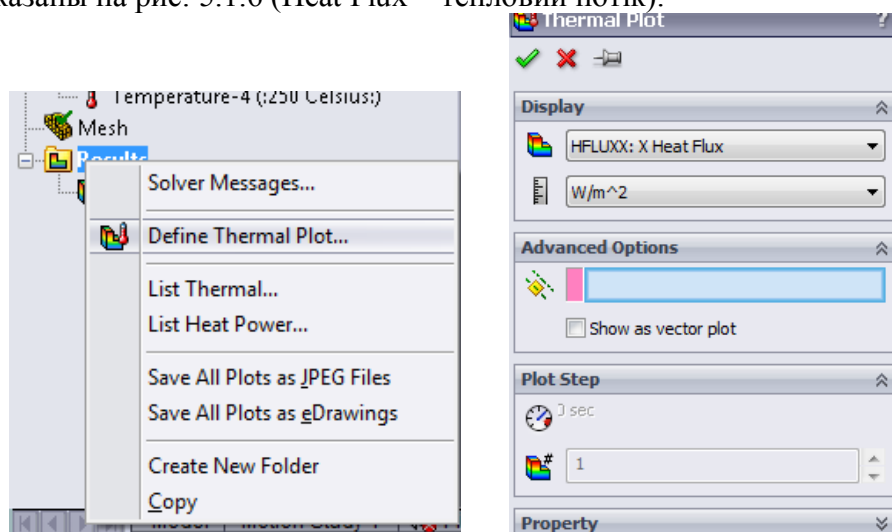

Рис. 5.1.6. Визначення теплового потоку для моделі
6. Створіть ще одну діаграму з результатами, на якій буде відображено тепловий потік. Для цього необхідно натиснути правою клавішею на паці з результатами та вибрати пункт **Определить новую тепловую диаграмму (Define new Thermal Plot)**. Деталі налаштувань показані на рис. 5.1.6 (Heat Flux – тепловий потік).